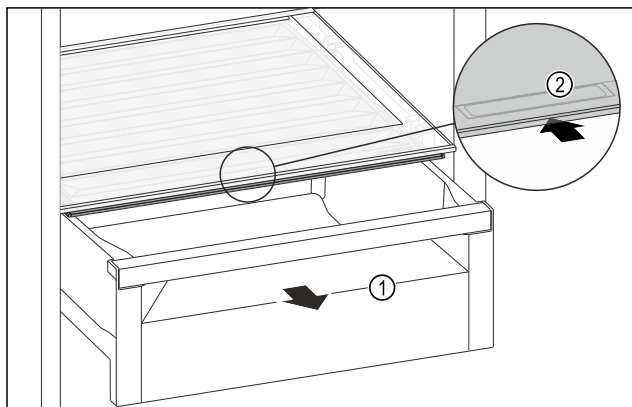

Fig. 126
- Tërhiqni jashtë sirtarin Fig. 126 (1).
- Kapni dorezën e futur Fig. 126 (2) në kapakun e ndarjes dhe në të njëjtën kohë shtyni për prapa kapakun e ndarjes.